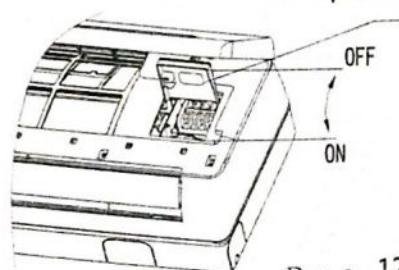

Рис. 12
- Ослабьте винт на соединительной крышке. (Рис. 12)